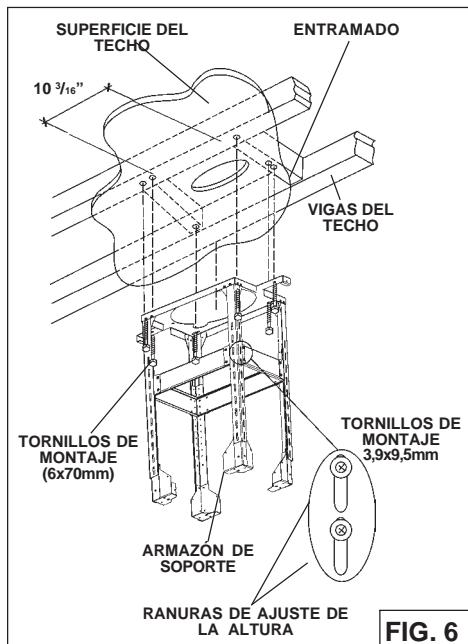

FIG. 6
- Ajustar la altura total de el **armazón de soporte** utilizando la tabla de abajo. Suelte y vuelva a apretar los 4 tornillos en las ranuras de ajuste de altura, según sea necesario. Inserte 12 tornillos (3.9x9.5mm) ubicadas en el paquete de hardware (Fig. 6) asegurarse de esto un 4" min. superposición entre las patas de soporte superior e inferior.